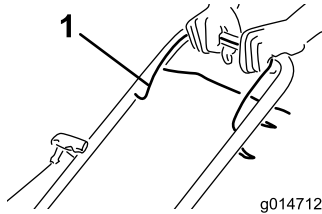

Figura 12
1. Sujete la barra de control de las cuchillas (Figura 12) contra el manillar.